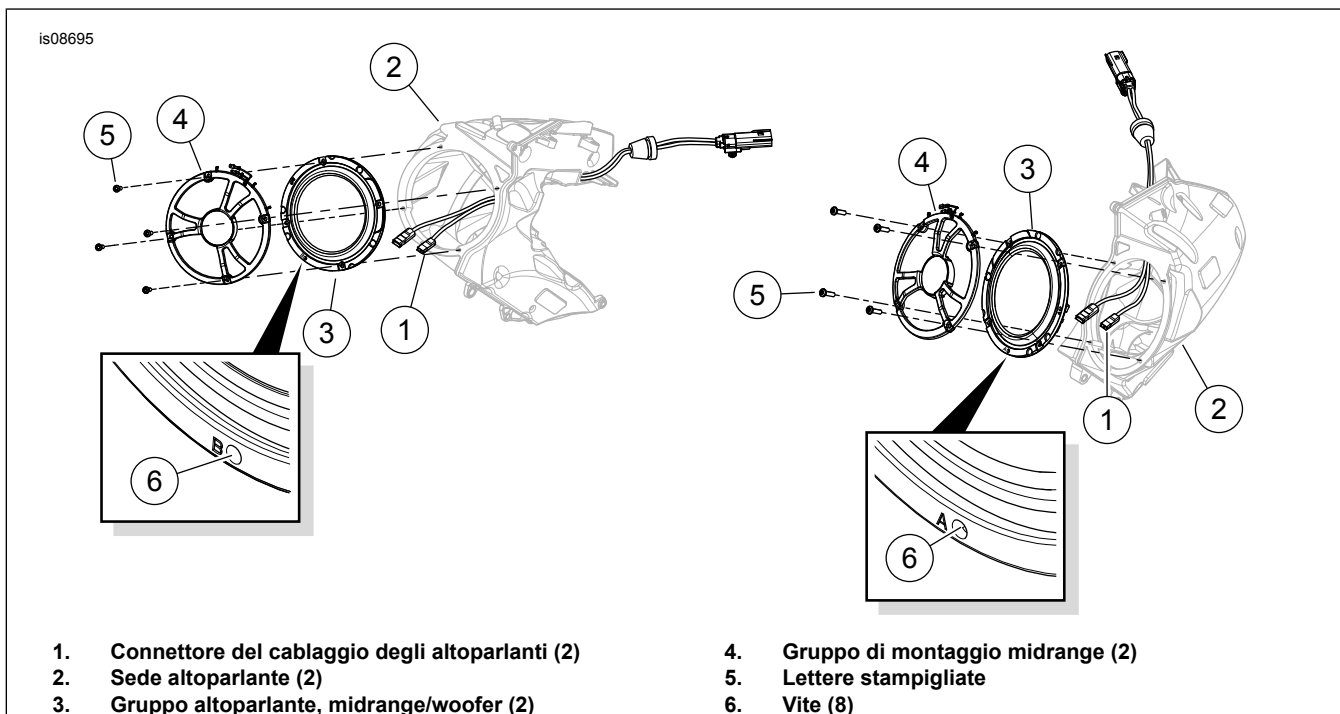

Figura 1. Installazione dell'altoparlante woofer
1. Vedere Figura 1 Collegare i connettori (1) del cablaggio dell'altoparlante all'interno della sede (2) ai terminali a forcella sul retro del nuovo woofer (3). I contatti a forcella hanno misure differenti per evitare un montaggio errato.